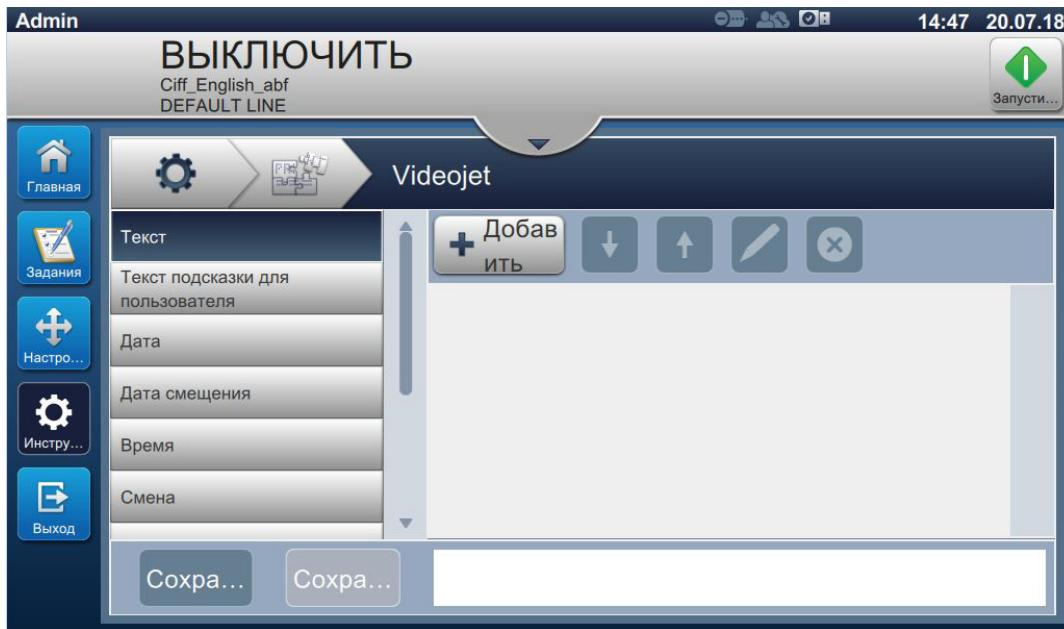

Рис. 6-8: Редактор настраиваемых ссылок
4. Откроется экран «Редактор настраиваемых ссылок», как показано на Рис. 6-8.